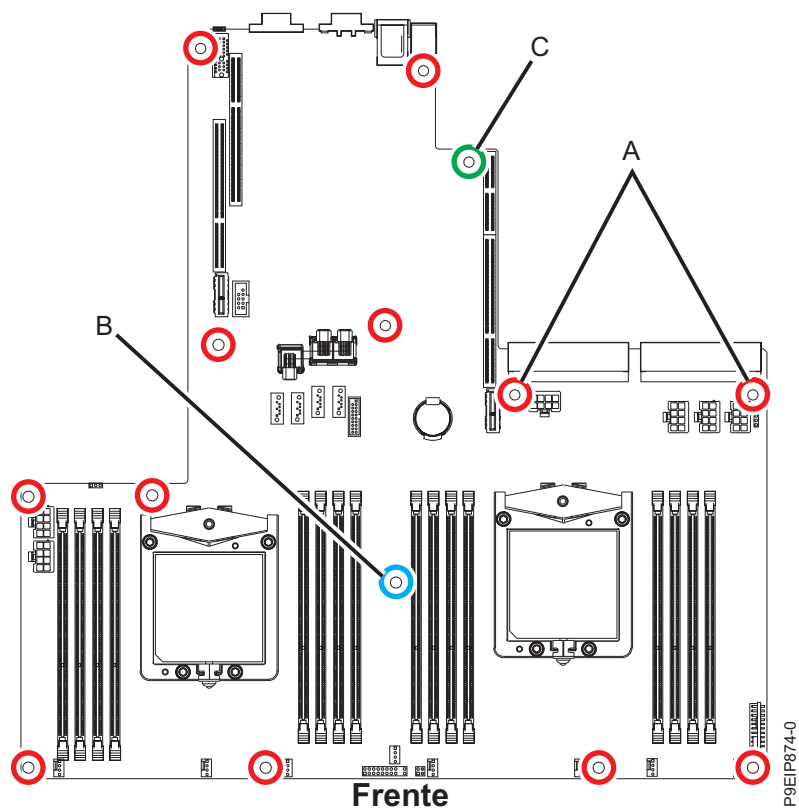

Figura 78. Locais dos parafusos
18. Alinhe e aperte os 14 parafusos no painel traseiro do sistema. Os locais dos parafusos são mostrados na Figura 78 na página 67. Dois parafusos em **(A)** são um pouco mais longos. Um parafuso longo está localizado em **(B)** para suportar o adaptador PCIe. Se o sistema tiver unidades de disco traseiras, outro parafuso longo estará localizado em **(C)**.